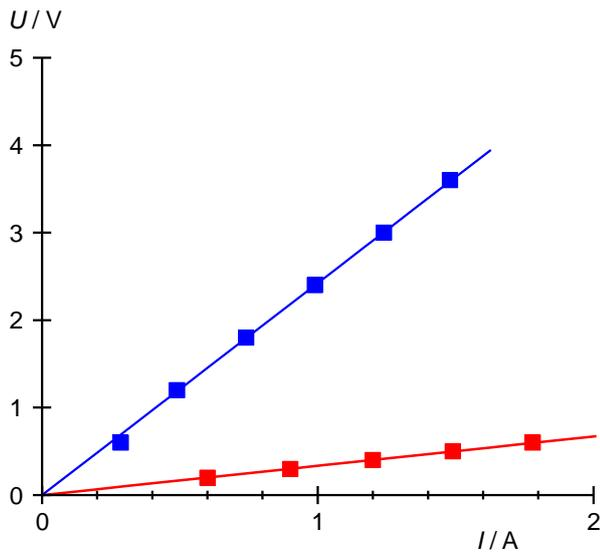
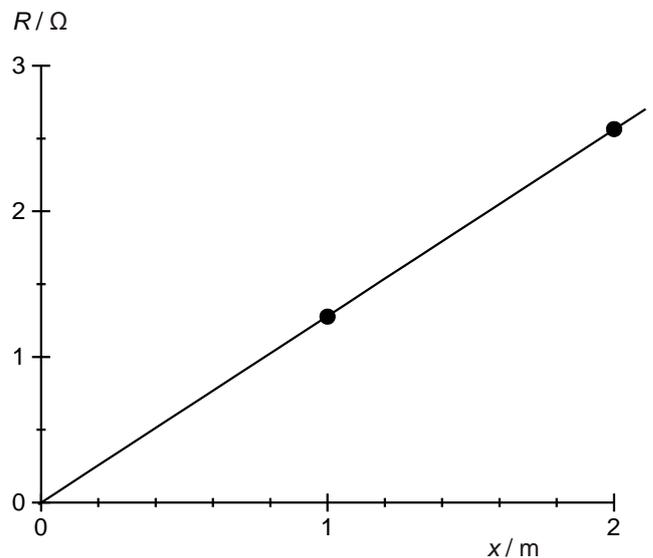

Fig. 2: Diagrama U-I para un alambre de constantán (azul) y uno de latón (rojo) con la longitud  $x = 1$  m y el espesor  $d = 0,5$  mm.
Fig. 4: Resistencia R como función de la longitud x.
- Se representan en un diagrama  $U-I$  los valores de medida de cada uno de los tres parámetros  $\rho$ ,  $x$  y  $d$  (Figs. 2, 3, 5).
- Se ajustan rectas en los puntos de medida  $U(I)$ , de sus pendientes, de acuerdo con (1) se obtienen directamente las resistencias óhmicas  $R$  de los alambres (Tab. 4, 6, 7).
- En el caso de diferentes materiales de alambre se calcula directamente el valor para la resistencia específica  $\rho$  de acuerdo con (2), usando los valores conocidos para la longitud  $x$  y el espesor  $d$  (Tab. 5).
- En caso de diferentes longitudes y espesores de alambre resp. de áreas sección transversal  $A$ , se grafica el valor de la resistencia óhmica contra la longitud  $x$  resp. contra el inverso del área de la sección transversal  $A$ , en cada una se adapta una recta (Figs. 4, 6) y a partir de la pendiente según (2) y con los valores conocidos para el espesor  $d$  resp. la longitud  $x$  se determina la resistencia específica  $\rho$ .
Tab. 4: Resistencia óhmica R para un alambre de constantán y uno de latón, con una longitud de  $x = 1$  m y un espesor  $d = 0,5$  mm, determinada a partir de la pendiente trazada y adaptada a los puntos de medida de la Fig.2.